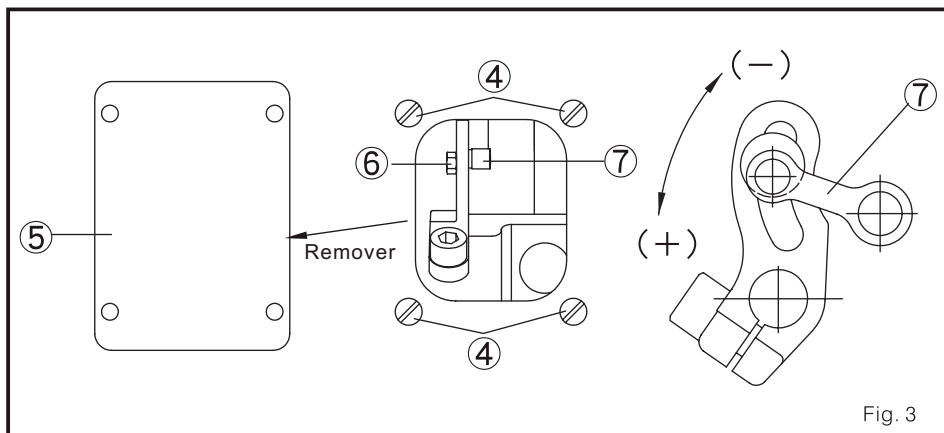

Fig. 3
(3) depois de ajustar isto põe a cobertura 5 novamente ao lado posterior da base da máquina e o fixa parafuso 4. (Fig. 3)